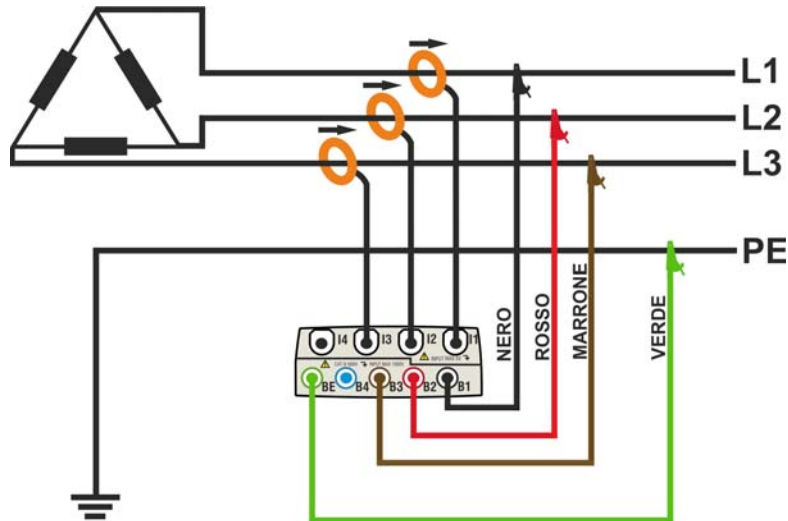

Fig. 124: Collegamento dello strumento in un sistema Trifase 3-fili ARON
2. Collegare i cavi di misura della tensione sui conduttori di Fase L1, L2, L3 e eventualmente Terra rispettando i colori come mostrato in Fig. 124. **Verificare a display l' indicazione "123" relativa al corretto senso ciclico delle fasi** (vedere il § 5.2.1) ed effettuare le opportune correzioni fino al raggiungimento di tale situazione.
3. Collegare le pinze di corrente sui conduttori di Fase L1, L2, L3 come mostrato nella Fig. 124 **rispettando il verso della freccia** presente sulla pinze stesse che indica la direzione convenzionale della corrente da generatore a carico. **Verificare sempre, (selezionando preliminarmente il sistema 3-fili) nelle videate della sezione Visualizzazione Misure, che le Potenze Attive P1, P2, P3 siano sempre positive e che i fattori di potenza Pf1, Pf2, Pf3 siano corrispondenti ad un carico, normalmente induttivo**, prima di attivare una registrazione. In caso di valori negativi della potenze attive ruotare le pinza di 180° sui conduttori interessati.